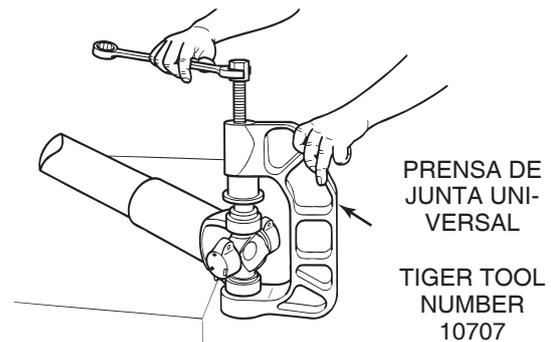

Figura 4.9
1. Posicione uma Prensa de Junta Universal (Tiger Tool número de Ferramenta 10.707). Figura 4.9. Consulte a página Notas de Serviço na parte interna da Capa Frontal deste manual para informações de como obter esta ferramenta.